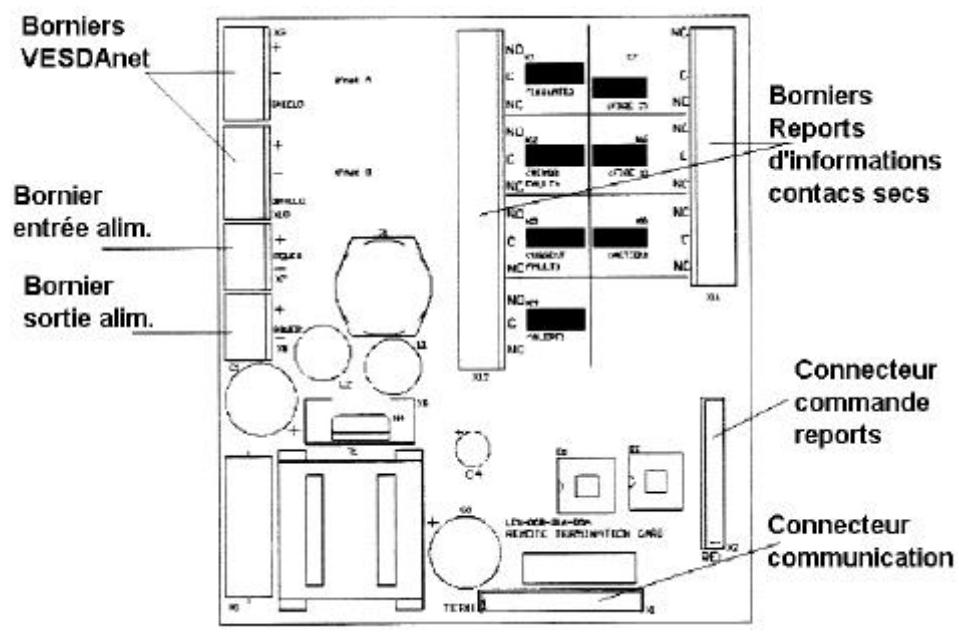
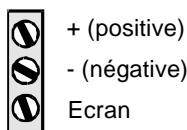

Figure 23 Repérage des connexions de la carte bornier déportée
Figure 24. Bornier VESDAnet
- Raccorder le câblage à la carte bornier dans le boîtier déporté. Les positions de raccordement sont indiquées sur la Figure 23. Pour des informations détaillées concernant ces raccordements, se reporter aux sections
1. Retirer le connecteur de relais et noter son numéro de repérage. Le numéro du relais est indiqué sur les relais sur la Figure 23..Par exemple K1 sur la carte bornier déportée est le relais numéro 1
écran du type BELDON 9841 (Catégorie 5), ou similaire. Les points de raccordement des câbles sont deux borniers VESDAnet situées sur la carte bornier. (Pour le positionnement se reporter à la Figure 23). Les trois fils pour chaque câble RS485 doivent être insérés comme indiqué sur la Figure 24: